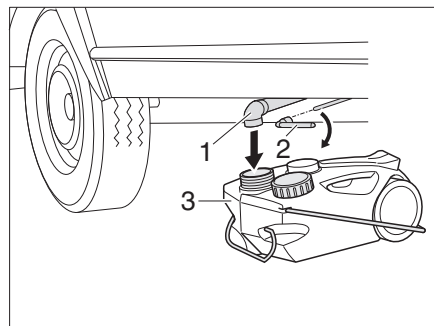

Bild 138 Avloppstank under golv
- Ställ avloppstank, mobil (Bild 138,3) under avloppsrören (Bild 138,1).
- Sätt hylsnyckeln (Bild 138,2) på fyrkanten.